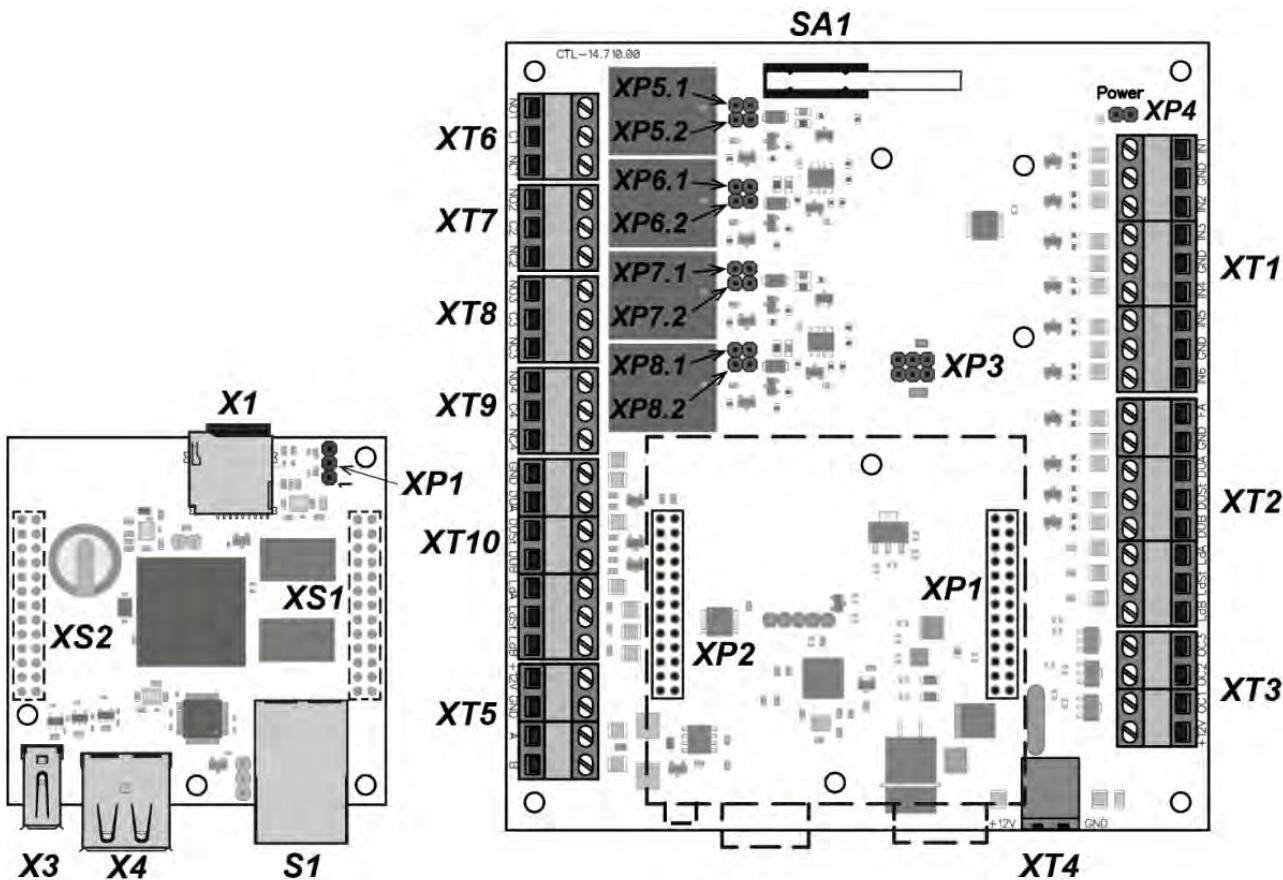

Рисунок 1. Внешний вид верхней и нижней плат контроллера
В состав контроллера входят две платы – верхняя (процессорный модуль) и нижняя (исполнительный модуль). Верхняя плата контактными колодками **XS1**, **XS2** вставляется в разъемы нижней платы **XP1**, **XP2** соответственно. Внешний вид верхней и нижней плат контроллера представлен на рис. 1. Назначение контактов клеммных колодок нижней платы контроллера приведено в табл. 1.
Контроллер обеспечивает контроль состояния шести входов под управлением выходами типа «сухой контакт» или «открытый коллектор» (OK): *IN1 – IN6*. Подключение к входам осуществляется через клеммную колодку **XT1** нижней платы контроллера (см. рис. 1 и 4).